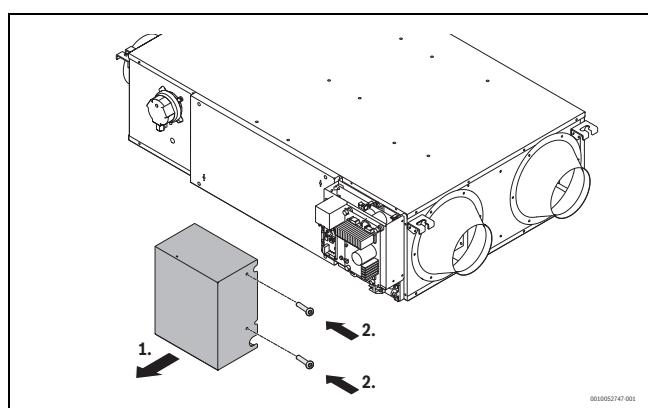

Fig. 11
- Retire os parafusos na posição indicada na Fig. 11